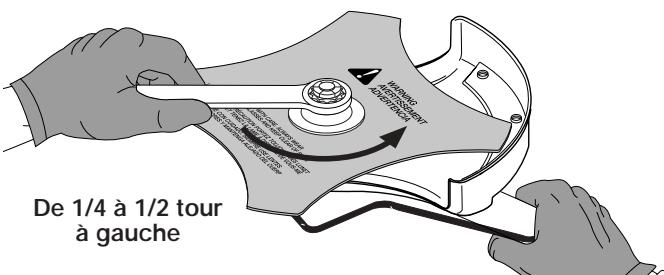

Fig. 13
• Si vous n'avez pas de clé dynamométrique, utilisez une clé fermée ou à douille de 5/8 po et tournez l'écrou jusqu'à ce que la retenue soit bien ajustée contre la bague de l'arbre. Assurez-vous que la lame est bien mise, puis donnez à l'écrou entre 1/4 et 1/2 tour supplémentaire à gauche (Fig. 13).